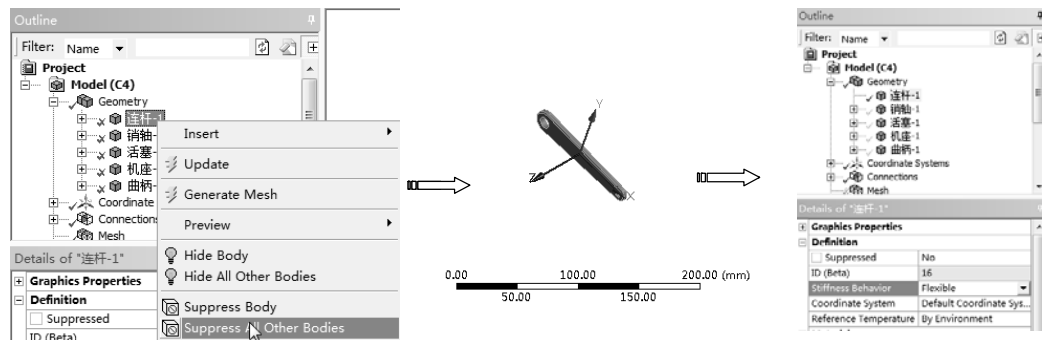

图 10-63 抑制体
2) 在【Outline (分析树)】中选择【Model (C4)】节点下的【连杆-1】项, 单击鼠标右键, 在弹出的快捷菜单中选择【Suppress All Other Bodies】命令, 仅显示连杆, 抑制所有其他体, 在详细设置窗口中设置【Stiffness Behavior】为 Flexible, 如图 10-63 所示。